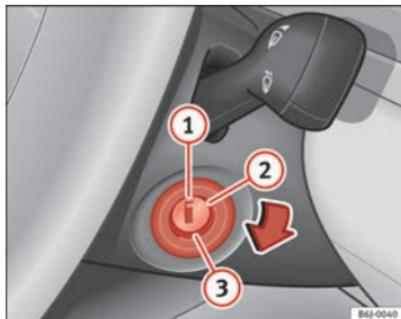

Fig. 98 Posizioni della chiave di accensione
In questa posizione ⇒ **fig. 98** sia il motore che il quadro sono spenti e si può inserire il bloccasterzo.
- Girare la chiave fino alla posizione ⇒ fig. 98 ②. La spia  si accenderà nel caso di preincandescenza del motore.
- Quando la spia si spegne, mettere in moto girando la chiave nella posizione ③, senza dare gas.
- Girare la chiave fino alla posizione ⇒ fig. 98 ①.